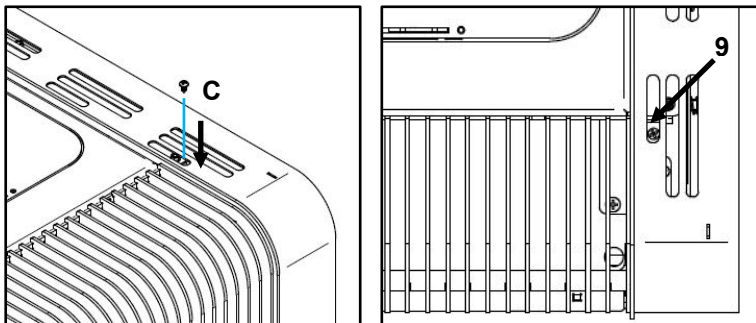

Figura 41 – Fixação das envolventes Aspen
i) Por fim, fixar um parafuso **C** (DIN 7981 4,2x9,5) no furo **9**, como indica a Figura 41.